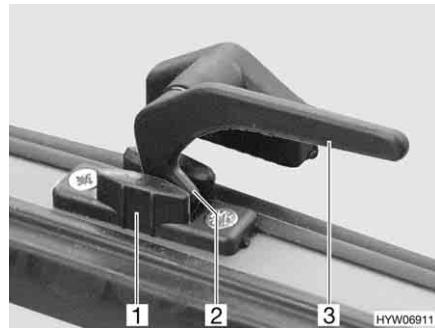

Fig. 32 Leva di serraggio in posizione "Aerazione continua"
- In posizione di "Aerazione continua" (Fig. 32)
- Ruotare la leva di serraggio (Fig. 32,3) di un quarto di giro verso il centro della finestra.
- Ruotare la leva di serraggio di un quarto di giro verso il telaio della finestra. Riportare contemporaneamente il nasello di chiusura (Fig. 32,2) nella rientranza della chiusura della finestra (Fig. 32,1).